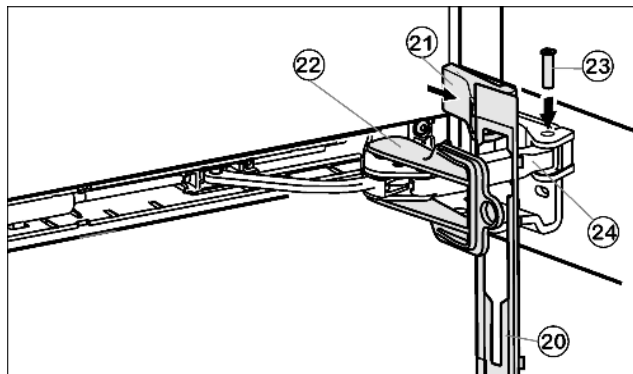

Fig. 16
- ▶ Навесьте накладку Fig. 16 (20) на амортизационную скобу таким образом, чтобы передние защелки показывали вперёд, а передняя сторона была направлена к устройству.
- ▶ Притяните амортизационную скобу Fig. 16 (24) к опорной детали и сверху вставьте палец Fig. 16 (23) таким образом, чтобы квадратная головка сидела в углублении.
- ▶ Установите и защелкните крышку Fig. 16 (21).
- ▶ Поворотом снимите фиксатор Fig. 16 (22).
- ▶ Защелкните накладку Fig. 16 (20) на дверце.